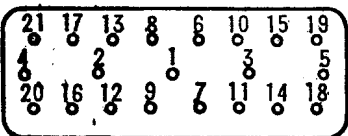

图 1-6 4125A 型发动机缸盖螺母拧紧顺序
(1) 松、紧缸盖螺母时, 要按一定顺序(图 1-6), 从中间开始, 由里向外, 对角交叉, 均匀用力, 分 2~3 次拧紧。上紧时, 对于 4125A 型和 490 型发动机, 扭紧力矩分别为 18~21 公斤·米和 7.5~8.5 公斤·米。